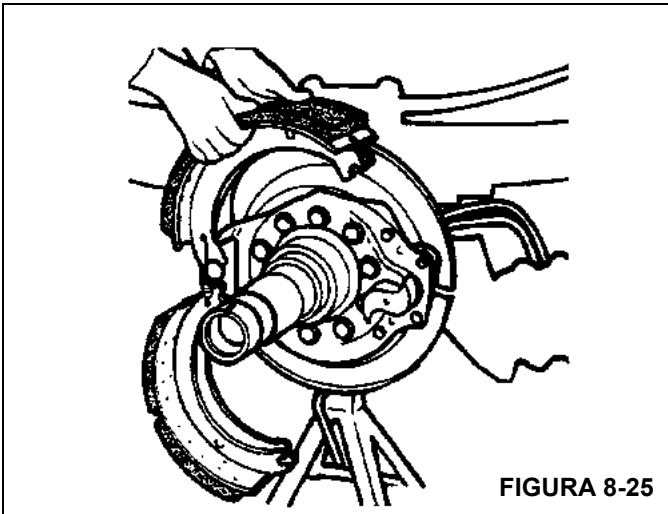

FIGURA 8-25
12. Retire las zapatas del eje (Figura 8-25).